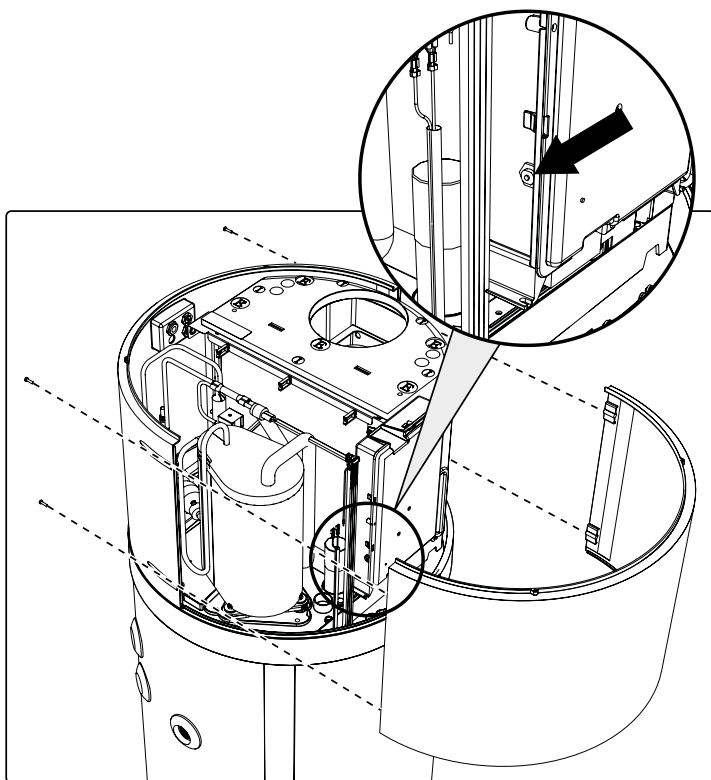

fig. 77- Extracción del panel frontal
- Retire el panel frontal y restablezca manualmente el termostato de seguridad accionado (fig. 77). En caso de accionamiento, el pasador central del termostato sobresaldrá unos 2 mm.